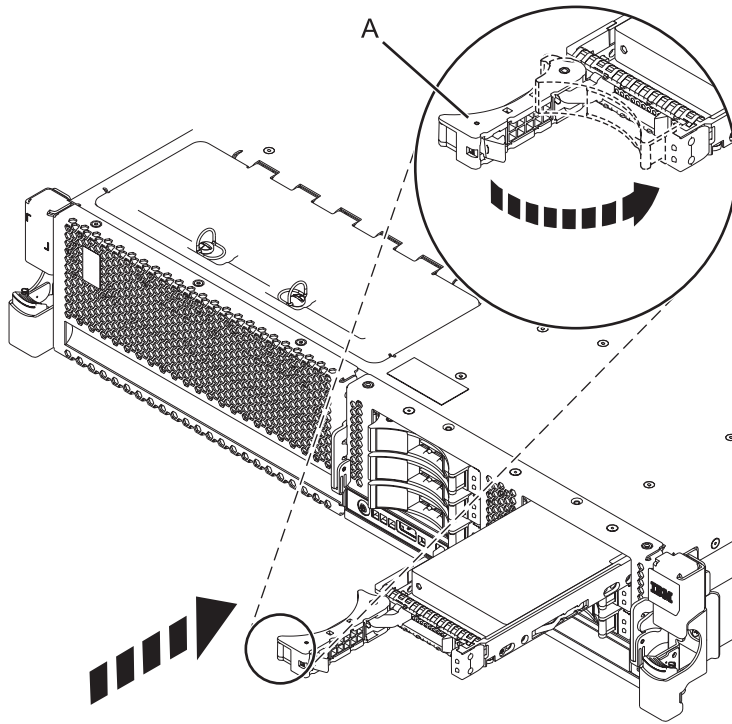

Figure 21. Remplacement d'une unité de disque dans l'unité centrale
5. Lorsque le voyant d'identification s'allume et reste fixe, faites glisser complètement l'unité dans l'unité centrale, et poussez complètement la poignée (A) de l'unité jusqu'à ce qu'elle se verrouille, comme indiqué à la figure 21.